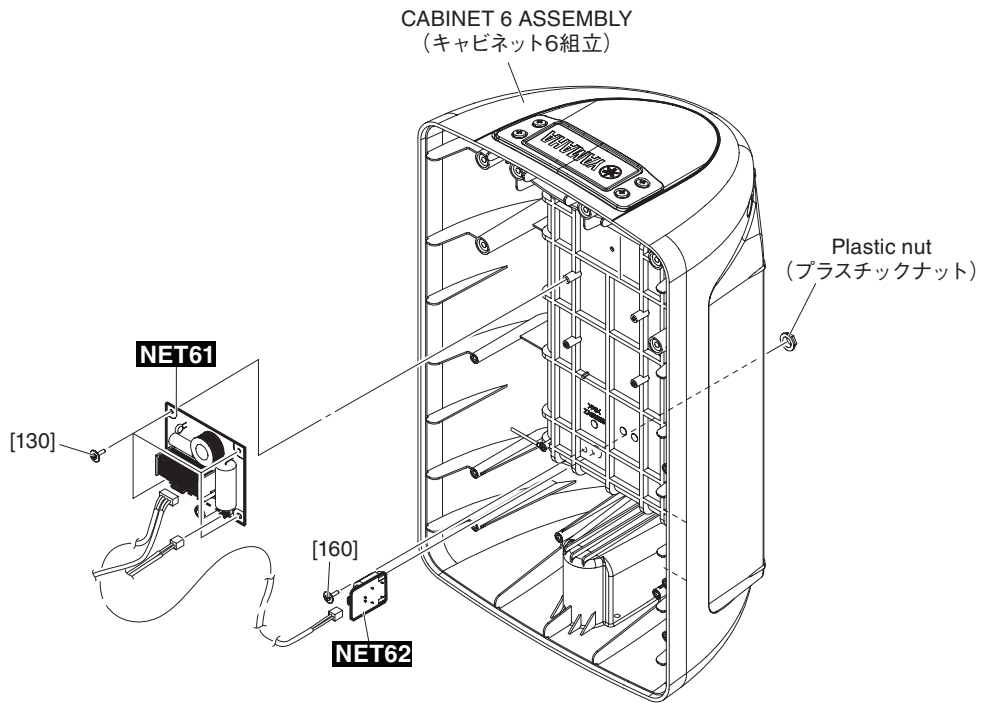
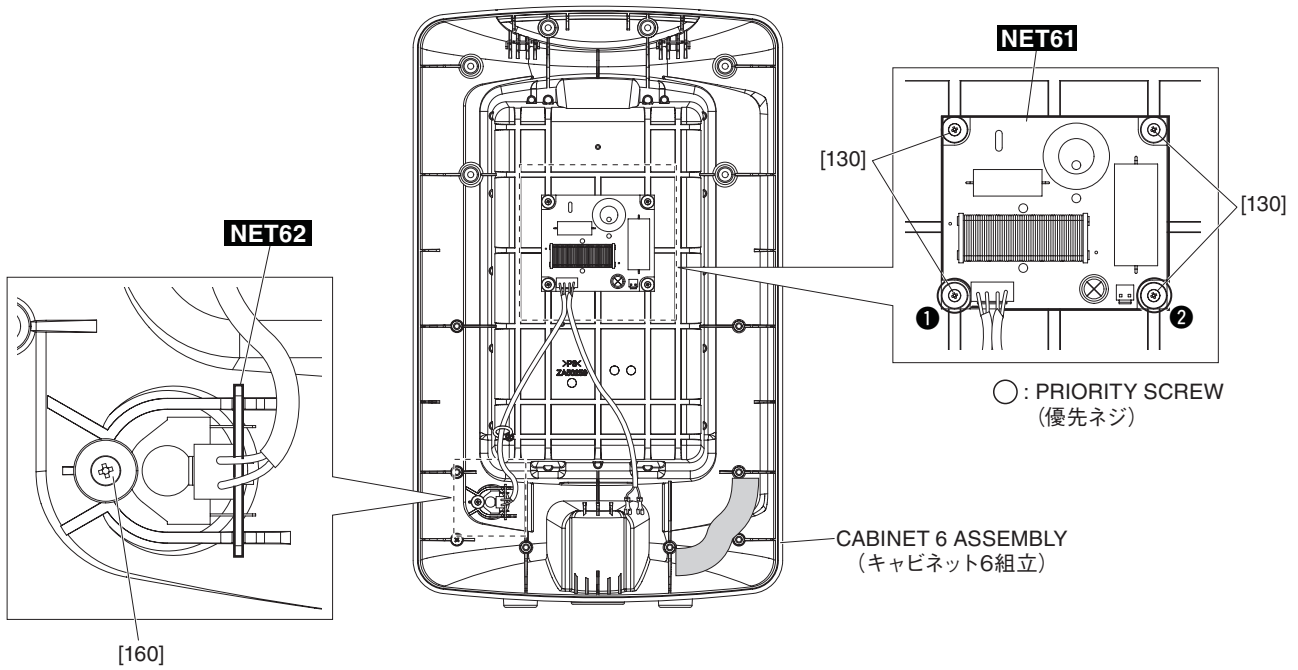

Fig. A-8 (図A-8)
Fig. A-9 (図A-9)
A-5-4 Remove the four (4) screws marked [130]. The NET61 circuit board can then be removed. (Fig. A-8, Fig. A-9)
- * **When installing the NET61 circuit board, first tighten the two (2) priority screws as shown in Fig. A-9.**
A-6-4 Remove the screw marked [160] and plastic nut. The NET62 circuit board can then be removed. (Fig. A-8, Fig. A-9)
A-5-4 [130] のネジ 4 本を外して、NET61 シートを外します。 (図 A-8、図 A-9)
- ※ NET61 シートを取り付けるときは、図に示す優先ネジ 2 本を先に締めてください。 (図 A-9)
A-6-4 [160] のネジ 1 本とプラスチックナットを外して、NET62 シートを外します。 (図 A-8、図 A-9)